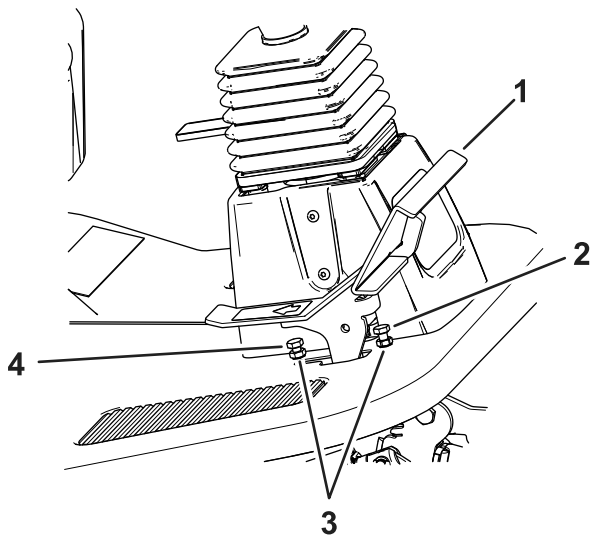

Figura 80
1. Pise el pedal de tracción a fondo (hacia adelante) (Figura 80).
- A. Usando una llave, sujete el tope del pedal de tracción hacia adelante y afloje la contratuerca en la parte posterior del soporte (Figura 80).
- B. Mueva el pedal de tracción a la posición que desee (Figura 80).
tracción entre en contacto con el pedal de tracción (Figura 80).